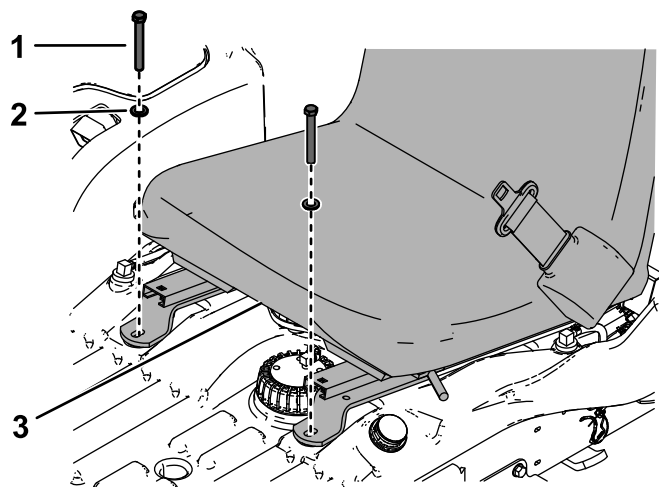

Figure 3
3. Retirez et conservez les 2 boulons et rondelles avant du siège, débranchez le faisceau de câbles et déposez le siège (Figure 3).